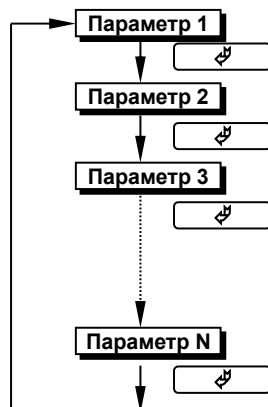

Рисунок 4.5 – Діаграма вибору параметрів на кожному рівні
- Щоб вибрати параметри на кожному рівні, натисніть [∇] (Рисунок 4.5). При кожному натисканні клавіші [∇] відбувається перехід до наступного параметра.